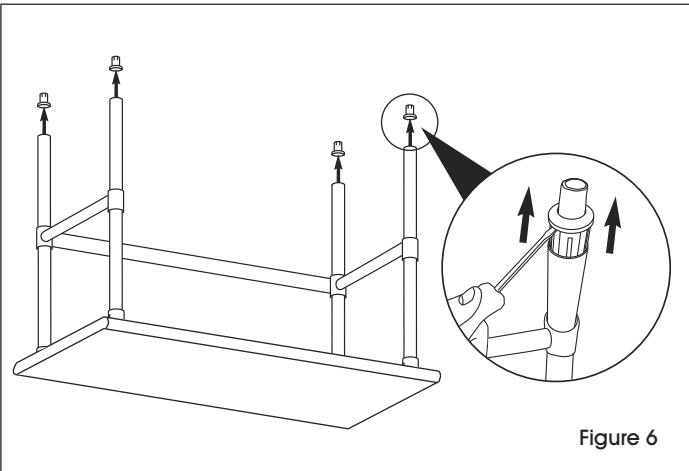

Figure 6
1. Retournez la table à l'envers sur une surface lisse et non marquante. Retirez les pattes réglables des pieds à l'aide d'un tournevis cruciforme. (Voir Figure 6)